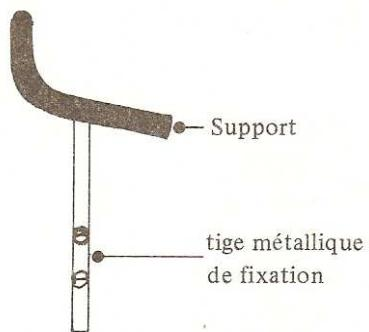

Figure 43 : Béquillon pour CIVB ou CIVC⁽⁴⁴⁾
- CIVB ou C avec béquillon (Figure 43):